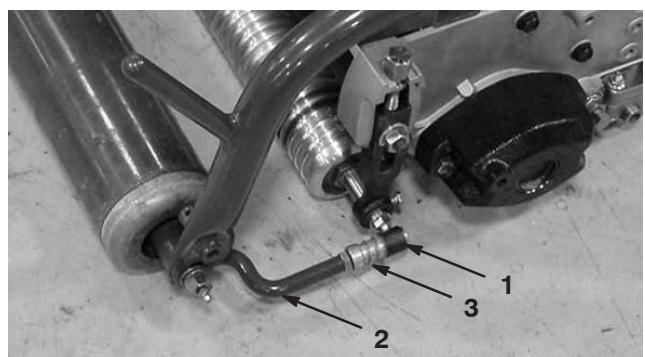

Figure 11
6. Alignez les boîtes des rotules de sorte que le côté ouvert soit centré vers la sphère. Serrez les contre-écrous pour fixer les boîtes de rotules en position (Fig. 11).